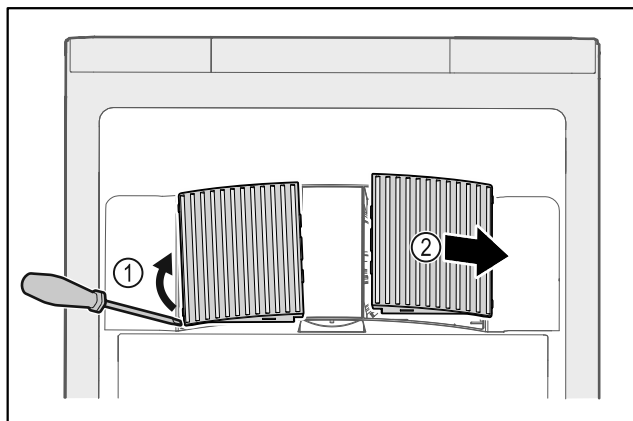

Fig. 47
- ▶ Opatrne vytiahnite kryty ventilátorov z bočnej strany Fig. 47 (1) a vyberte ich smerom dopredu Fig. 47 (2).